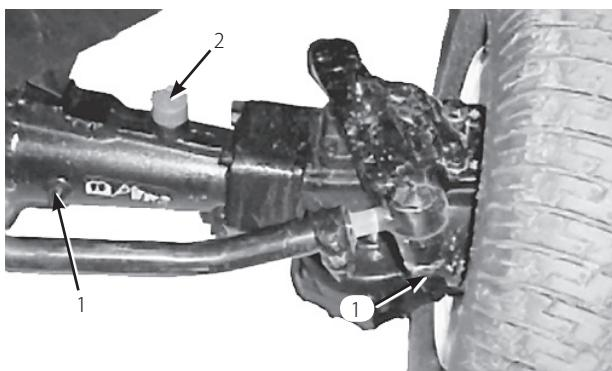

図 19
2. 点検プラグ（全部で3個）を取り、オイルが各穴の下の縁まであることを確認する（図19と20）。
3. 量が不足していればアクスル中央のプラグを外して穴の上面まで補給する（図19と20）。